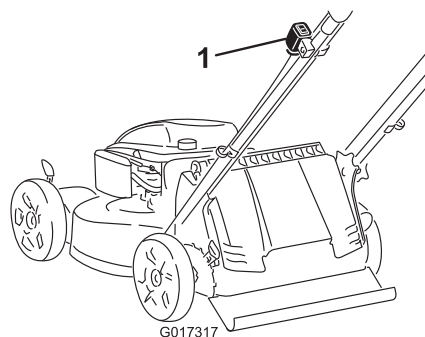

Figure 14
1. Si le commutateur d'allumage de votre machine (Figure 14) est du type à bascule (avec une position marche [« I »] et une position arrêt [« Stop »]), poussez-le à la position « I ». Sinon passez à l'opération 2.